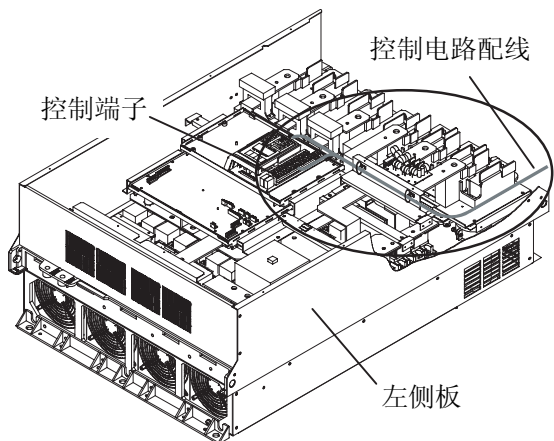

图 2-3-16
- ① 如图 2-3-16 所示，沿着变频器左侧板引出。
- ② 配线用束线绑带（绝缘扣等）在引出途中使其固定于已有的电缆固定孔上。束线绑带穿过固定孔(3.8×1.5)，所以其尺寸应小于宽 3.8mm 厚 1.5mm。